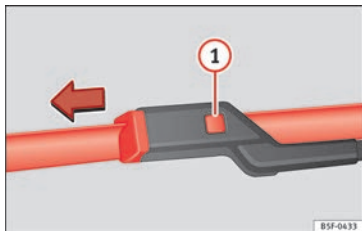

Abb. 205 Scheibenwischerblätter der Frontscheibe auswechseln.
- Entriegelungstaste » Abb. 205 ❶ gedrückt halten und gleichzeitig das Scheibenwischerblatt in Pfeilrichtung abziehen.